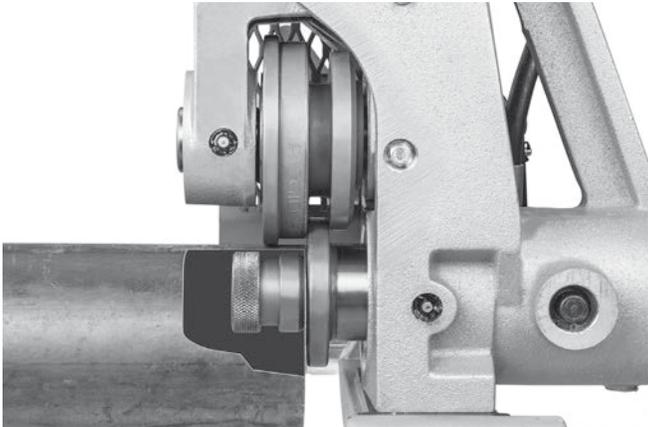

Рис. 11 - Размещение трубы на приводном валу, заподлицо с фланцем приводного вала (стабилизатор снят для ясности)
- Для поддержки трубы должны быть предусмотрены соответствующие подставки для труб. Отрегулируйте высоту подставок для труб таким образом, чтобы труба располагалась горизонтально, а верхний внутренний диаметр трубы находился над ведущим роликом (см. рис. 11).
4. Расположите трубу на подставке(ах) таким образом, чтобы конец трубы был заподлицо с фланцем приводного вала, а внутренняя часть трубы касалась верхней части приводного вала (рис. 11). Убедитесь в устойчивом и надежном положении трубы.